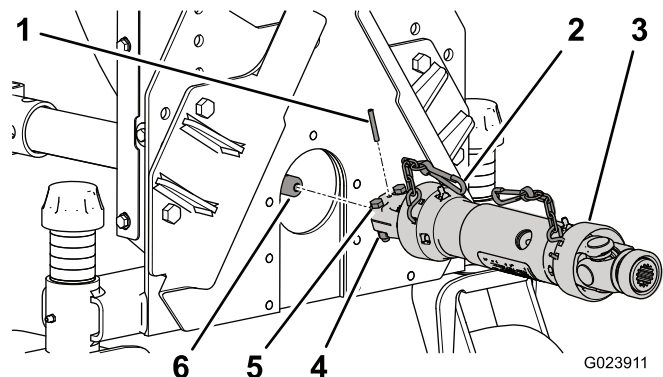

Figura 9
- Prenda com um pino de segurança (Figura 9).
- Prenda o veio propulsor ao eixo da transmissão com dois parafusos 5/16 x 1-3/4 pol. e porcas de bloqueio 5/16 pol. (Figura 9).
- Prenda a corrente de segurança à estrutura do soprador (Figura 9).